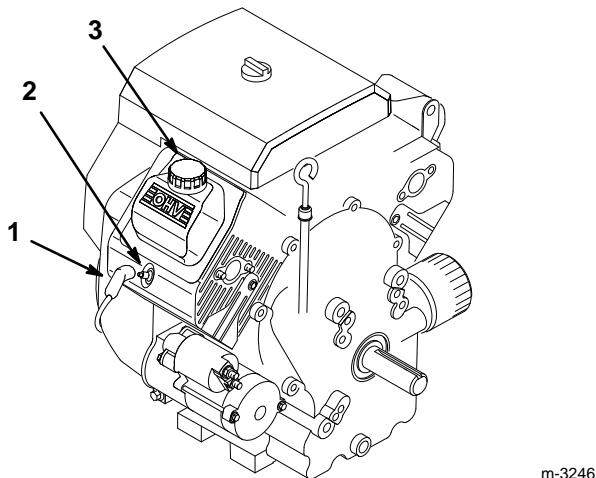

Figure 30
6. Verser lentement environ 80% du volume d'huile spécifié dans le goulot de remplissage (Fig. 30), puis contrôler le niveau d'huile, voir Contrôle du niveau d'huile, page 16. Rajouter de l'huile lentement pour amener le niveau jusqu'au repère du plein ("FULL") sur la jauge.
3. Débrancher le(s) fil(s) de la(des) bougie(s) (Fig. 30). Nettoyer tout autour des bougie(s) pour ne pas introduire dans le moteur de la saleté qui risque de l'endommager.
3. Reconnecter les fils des bougie(s) (Fig. 30).